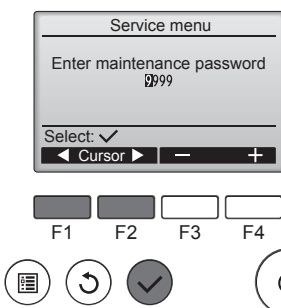

Fig. 7-2
- ① Seleccione "Service" (Revisión) desde el Menú principal, y pulse el botón (✓).
- ② Una vez seleccionado el Menú Revisión aparecerá una ventana que pide la contraseña. (Fig. 7-2) Para introducir la contraseña actual de mantenimiento (4 dígitos numéricos), mueva el cursor hasta el dígito que desea cambiar con el botón [F1] o [F2] y fije cada número (0 a 9) con el botón [F3] o [F4]. A continuación, pulse el botón (✓).